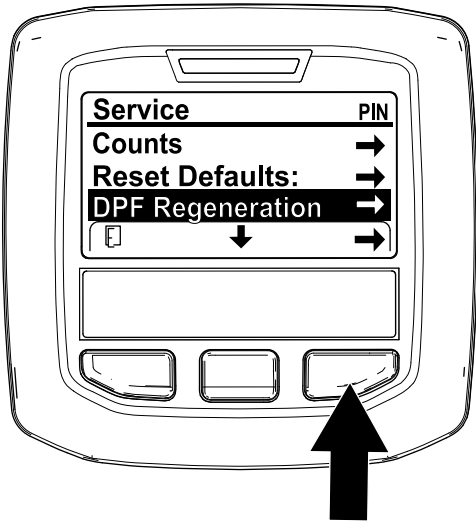

Рисунок 28
1. Перейдите к меню Service (Техобслуживание), нажмите среднюю кнопку для прокрутки вниз к опции DPF REGENERATION (РЕГЕНЕРАЦИЯ DPF) (Рисунок 28).
2. Нажмите правую кнопку для выбора позиции DPF Regeneration (Регенерация DPF) (Рисунок 28).